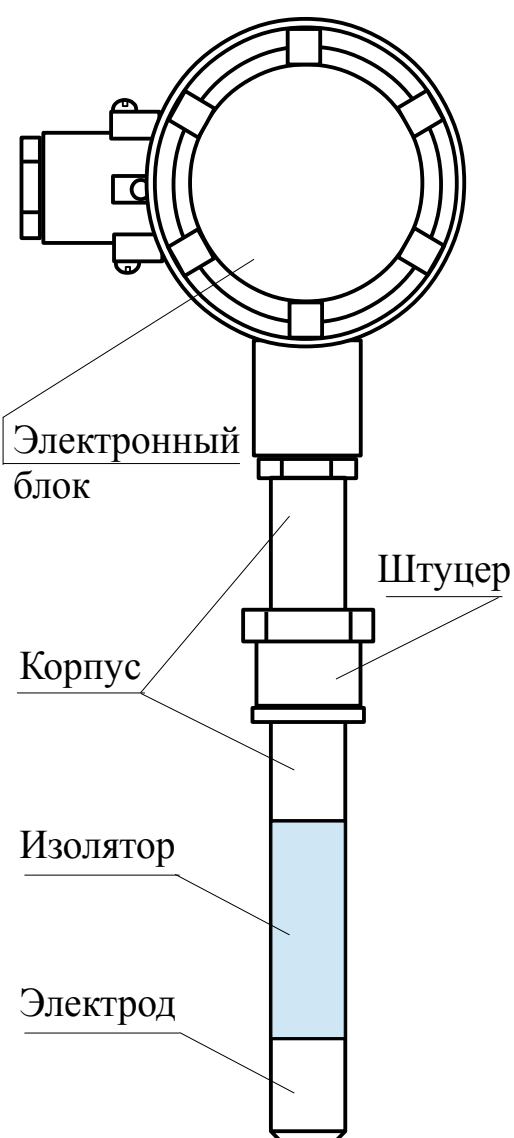

Рисунок 1 - СУЖ-К
4.1 Сигнализатор уровня (Рисунок 1) выполнен полностью из металла, его работа основана на измерении удельной электрической проводимости между электродом и корпусом сигнализатора, или стенкой ёмкости, если она сделана из металла (кондуктометрический принцип).